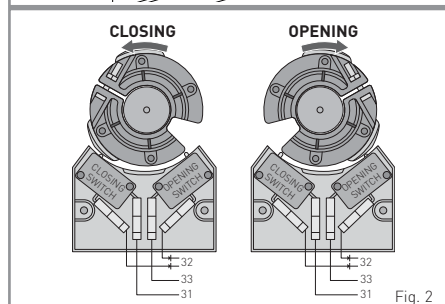
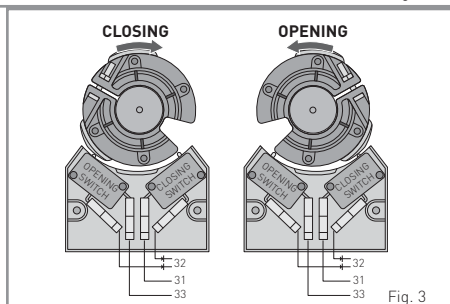

Fig. 2
Fig. 3
- Relier les fins de course comme le montre la fig. 2 (si le moteur ouvre en tirant dans le sens des aiguilles d'une montre) ou bien dans la fig. 3 (si le moteur ouvre dans le sens inverse des aiguilles d'une montre).